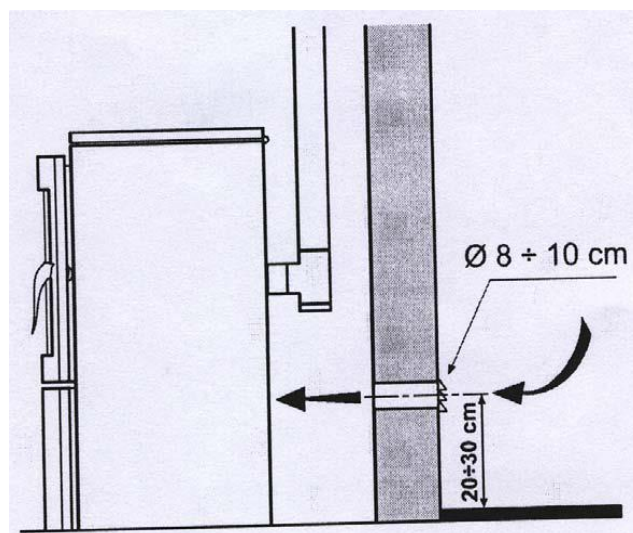

Figura 10: Deschizăturile minime pentru instalarea grilajelor de ventilație
4.4 ALIMENTAREA CU AER A COMBUSTIEI (FIGURA 10)